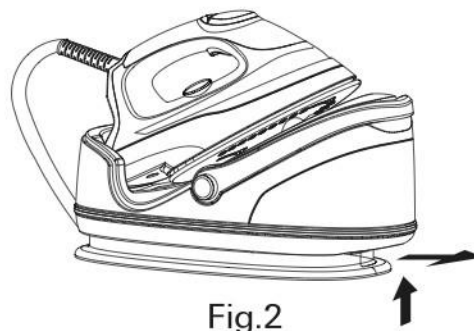

Fig.2
1. Drücken Sie die Wassertanksperrle nach oben und schieben Sie den abnehmbaren Wassertank nach außen weg von der Basis. (Abb.2)